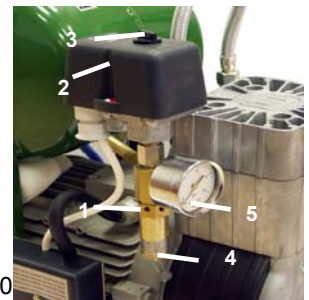
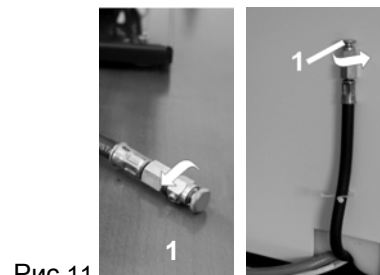

Рис.10
Рис.11
(Рис.10)
Компрессоры (Рис.11, Рис.12)
В том случае, если компрессор не будет применяться длительное время, рекомендуется слить конденсат из напорного резервуара и компрессор потом запустить в эксплуатацию примерно на 10 минут с открытым клапаном для слива конденсата (1) (рис.11, рис.12). Потом выключить компрессор выключателем (3) на реле давления (2) рис.10, закрыть клапан для слива конденсата и отсоединить оборудование от электросети.
- Отсоединить оборудование от электросети. Выпустить давление воздуха в напорном резервуаре, открывая клапан для выпуска конденсата (1) (рис.11, рис.12).